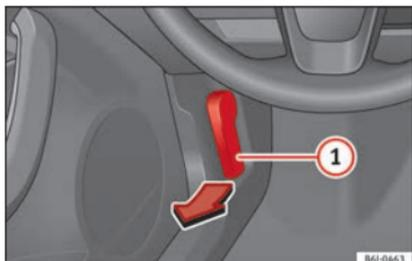

Fig. 8 Vedasi ubicazione nella Fig. 3
- Apertura del cofano del vano motore: tirare la leva posta al di sotto del cruscotto »» **fig. 8** ①.